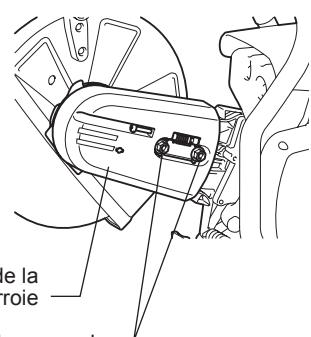

Fig. 7
- Replacez le couvercle de la courroie. (Fig. 7)